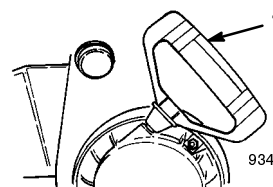

Figure 17
- **Lanceur** (Fig. 17)—Tirez la poignée pour faire démarrer le moteur.
- A. Prenez la poignée du lanceur (Fig. 17) et tirez-la lentement jusqu'à ce que vous sentiez une résistance, puis tirez vigoureusement pour lancer le moteur.